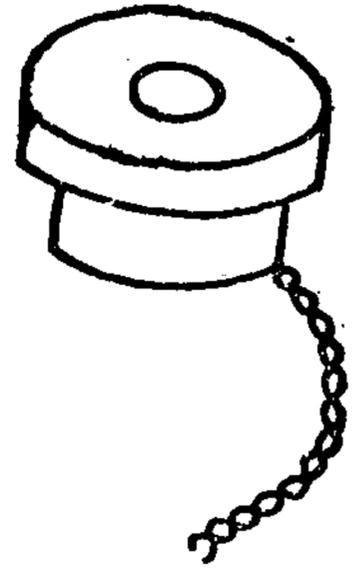

图 9
(1) 将两个绕好的线包，按右手定律确定电流产生的磁场极性，注明南北极。将其中一个线包的正极和另一个线包的负极连接起来，然后在线包中插入冲好磁的钢片。注意钢片的磁极必须与线包产生的磁极相同。再接上横头磁片，用牛皮纸和乳胶封贴好。
(4)在膜片上下垫上纸圈，盖上盒盖，用胶布粘好即可。装完后的外形如图9。